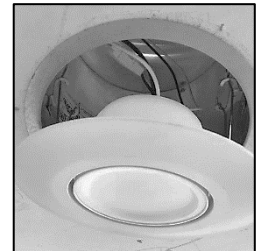
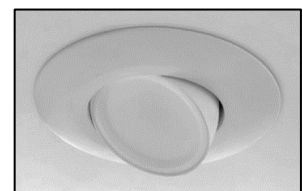

Figure 4
Figure 6
6. Insérez ensuite les ressorts de torsion dans chaque support de retenue de torsion correspondant en les pinçant et en les faisant glisser à l'intérieur des supports de torsion du boîtier. Relâchez les ressorts et poussez délicatement la garniture dans le boîtier jusqu'à ce qu'il affleure le plafond (Figures 4 et 6). Une fois installée, il est possible d'atteindre la garniture d'en dessous du plafond en inclinant et en faisant tourner la tête réglable (Figure 6).